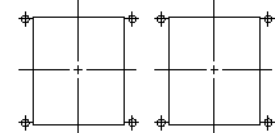

図1
4. 本器を連結して使用する場合の取付ピッチは(外形寸法+1)mm以上としてください。(図1参照)